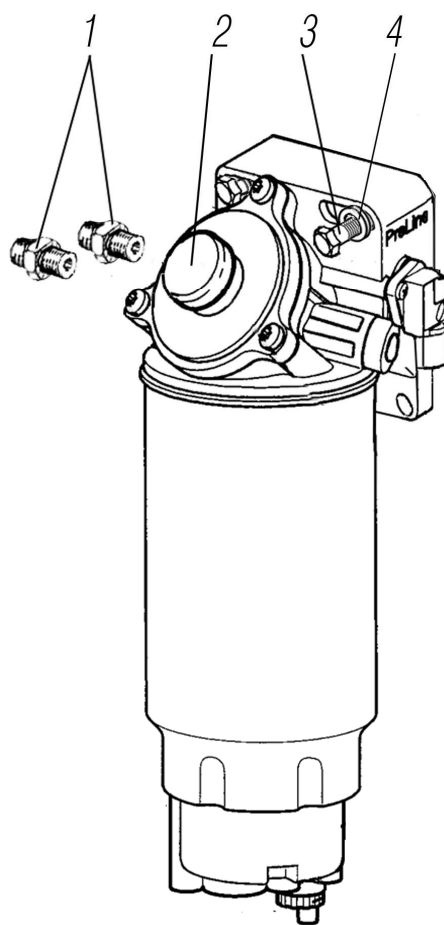

Рисунок 1.7
*² См. рисунок 1.7
See figure 1.7